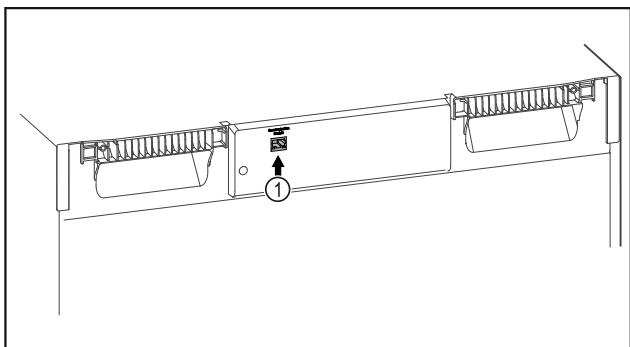

Fig. 138
- Vstavljen je SmartModule Fig. 138 (1).